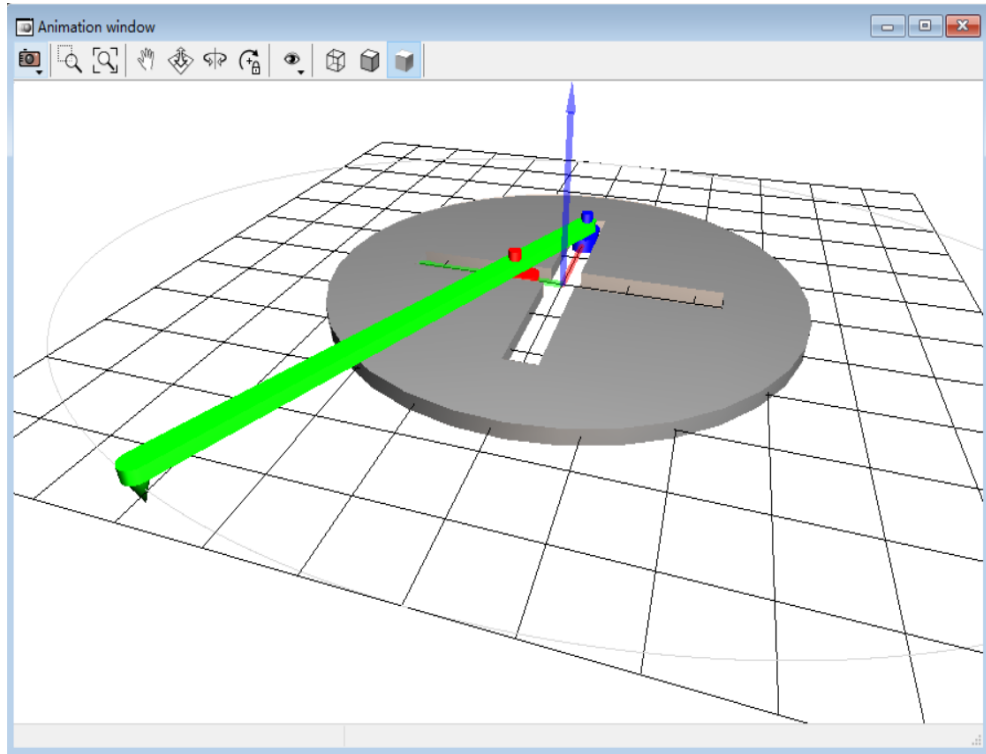

图 2-86
- 9) 点击按钮 **Integration**，进行仿真计算，可以看到旋转杆上标记点的运动轨迹为一个椭圆，默认为灰色显示，如图 2-86。